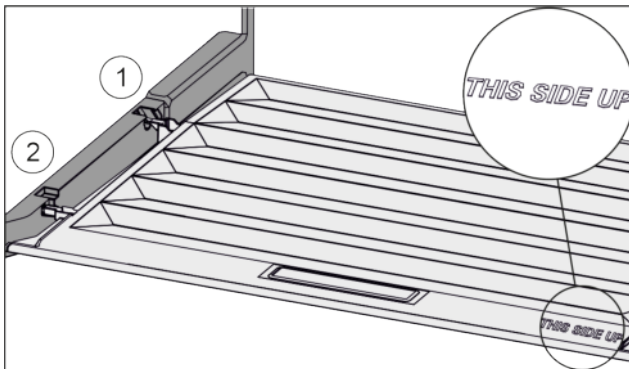

Fig. 76
- Deckelstege über Öffnung der hinteren Halterung Fig. 76 (1) einführen und vorne in Halterung Fig. 76 (2) einrasten.